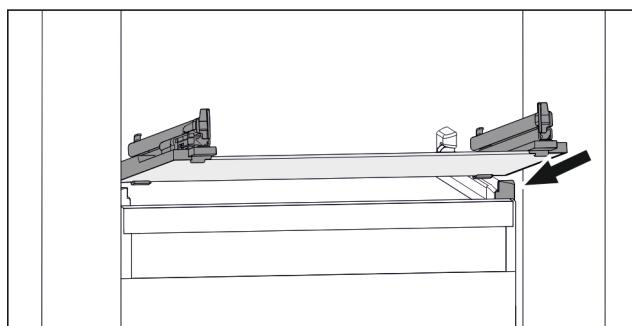

Fig. 110 Примерно изображение на стъклена плоча
- Поставете стъклена плоча под ъгъл зад ограничителите. (виж Fig. 110)